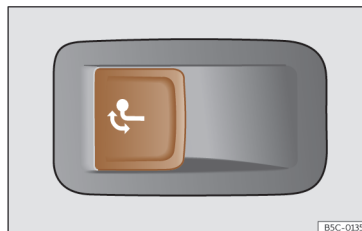

**Fig. 203** No lado esquerdo da bagageira: botão para desbloquear o gancho de reboque.
- Puxe o botão >>> Fig. 203 de forma breve. O gancho de reboque desbloqueia-se eletricamente e roda-se automaticamente para fora. A luz de controlo do botão pisca.
- Puxe o botão >>> Fig. 203 de forma breve. O gancho de reboque desbloqueia-se eletricamente.
- Nunca pressione o botão >>> **Fig. 203** quando tiver um reboque engatado ou estiver montado um porta-bagagens ou outros acessórios sobre o gancho de reboque.